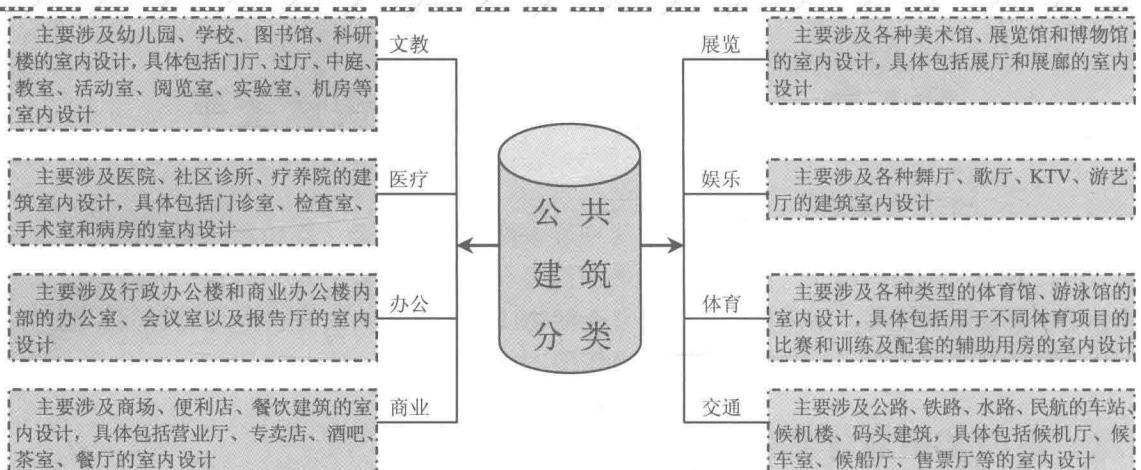

图 1-2 公共建筑室内设计的分类
- (1) 居住建筑室内设计 主要涉及住宅、公寓和宿舍的室内设计，具体包括前室、起居室、餐厅、书房、工作室、卧室、厨房和浴厕设计。
- (2) 公共建筑室内设计 其分类如图 1-2 所示。
- (3) 工业建筑室内设计 主要涉及各类厂房的车间和生活间及辅助用房的室内设计。
- (4) 农业建筑室内设计 主要涉及各类农业生产用房，如种植暖房、饲养房的室内设计。